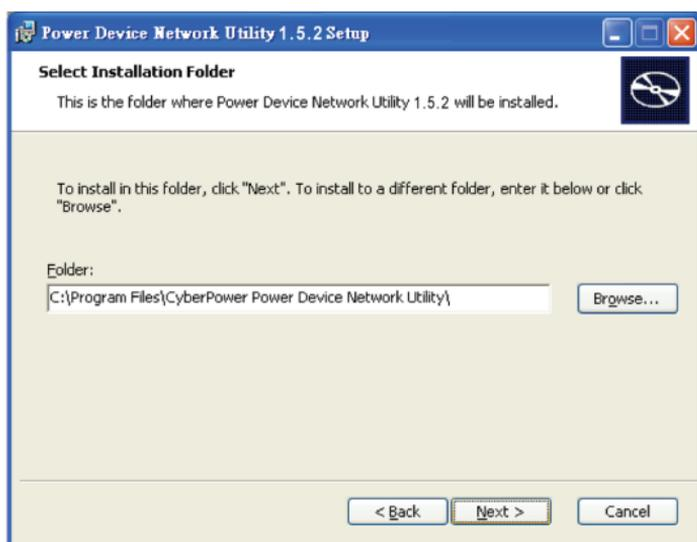

Figure 2
Étape 3. Choisissez un répertoire d'installation. Sélectionnez **Next** (Figure 2).